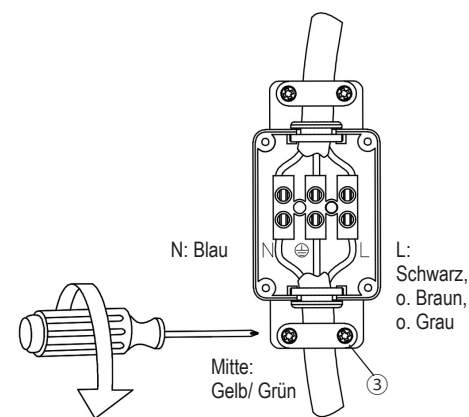

Bild 2
**Bild 2:** Die Zuleitung lt. gesetzlicher Richtlinie vorbereiten. Ihr Erdkabel durch die Kabelverschraubung ① führen und in der Anschlussbox ② lt. Kennzeichnung anschließen. Stellen sie sicher, dass das Kabel richtig abgedichtet ist. Die 2 Schrauben der Zugentlastung ③ festschrauben.